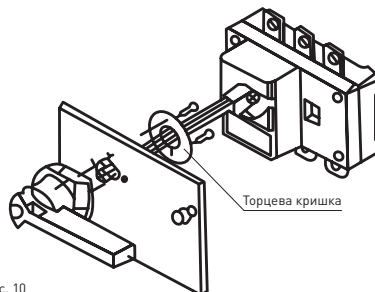

Рис. 10
- відкрутіть два саморізи 4×16 на корпусі ручки, одночасно натискаючи на корпус, щоб запобігти виходу частин ручки. Закріпіть торцеву кришку та ручку різьбовими гвинтами відповідно до позиції на кресленні, зауважте, що ручка, яка вказує положення ON/OFF, повинна бути ідентичною вказівці на корпусі перемикача навантаження (Рис. 10).